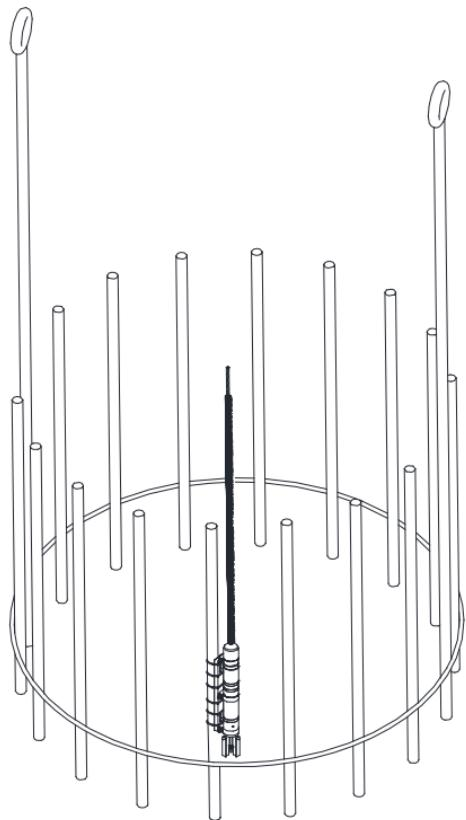

图13 传感器安装示意图
- 吊筋焊接完成，按照图13所示，将传感器安装到灌注桩设计桩顶标高对应的钢筋上。